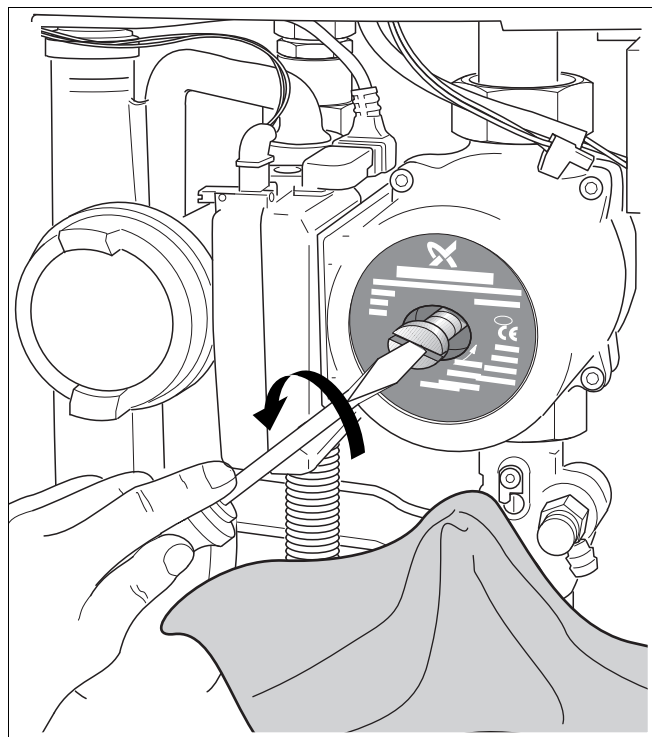

Fig. 70 Aerisiți pompa
- Aerisiți pompa scoțând șurubul de aerisire de pe partea din față a pompei (fig. 70).